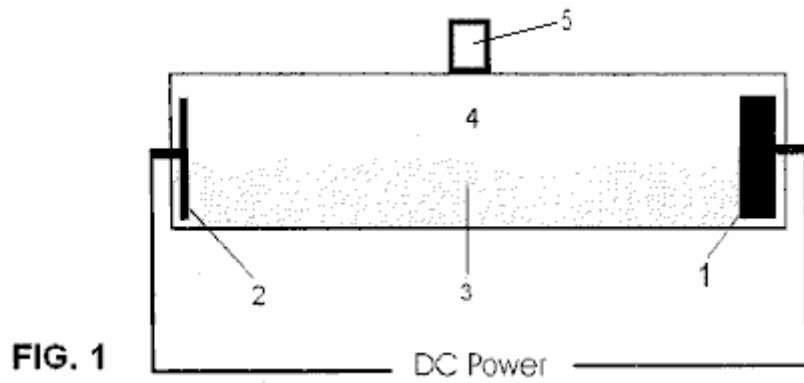

FIG. 1
Fig.1 illustre une vue schématique d'une chambre de réaction préférée pour l'invention.
En se référant maintenant à la **Fig.1**, une vue schématique d'une chambre de réaction est illustrée. Cathode (1) et l'anode (2) sont opposées en configuration, de préférence plus d'un pouce d'intervalle et le plus de préférence huit à seize pouces. Dans le procédé de l'invention, un courant est passé à travers un fluide aqueux (3) et le flux de courant à travers l'électrolyte crée un champ magnétique. L'électricité est pulsée, qui fractionne le champ magnétique à chaque impulsion de l'électricité. On obtient ainsi le gaz à un débit très efficace dans le domaine
de la solution entre les électrodes, comme indiqué par 4 dans la Fig.1. Le gaz produit peut être recueilli à partir de la zone de réaction par la sortie de gaz (5) et soumis à une purification supplémentaire comme décrit plus loin.